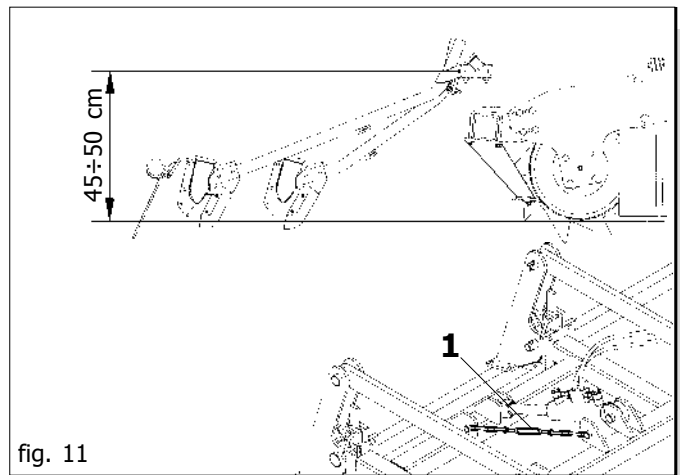

fig. 11
- 2) Nach dem Einrichten des Geräts auf die gewünschte Bearbeitung (Arbeitstiefe der Bodenbearbeitung, Abnutzung der Zinken, usw.) muß die Tragschiene der Säscharre auf 45 bis 50 cm Höhe über dem Boden (Abb. 11) eingestellt werden. Dazu den unteren Anschlag mit dem Kettenspanner (1, Abb. 11) verstellen.